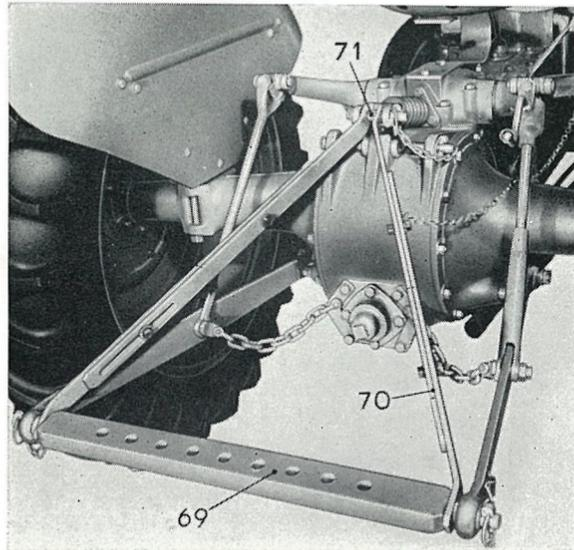

FIG. 24
### BARRE D'ATTELAGE (Fig. 24)
La figure 24 représente la barre d'attelage (69) correctement montée sur le tracteur avec les haubans (70) fixés sur la broche d'attelage (71) de la barre supérieure d'attelage. La barre est réglable en hauteur par simple coulissement des haubans. Sa hauteur normale par rapport au sol est de 45 cm. Dans cette position, les bras sont horizontaux et les crans sur les haubans sont en ligne. La hauteur à adopter dépend essentiellement de l'instrument à remorquer. En relevant la barre on améliore l'adhérence du tracteur; en l'abaissant, on améliore la direction.